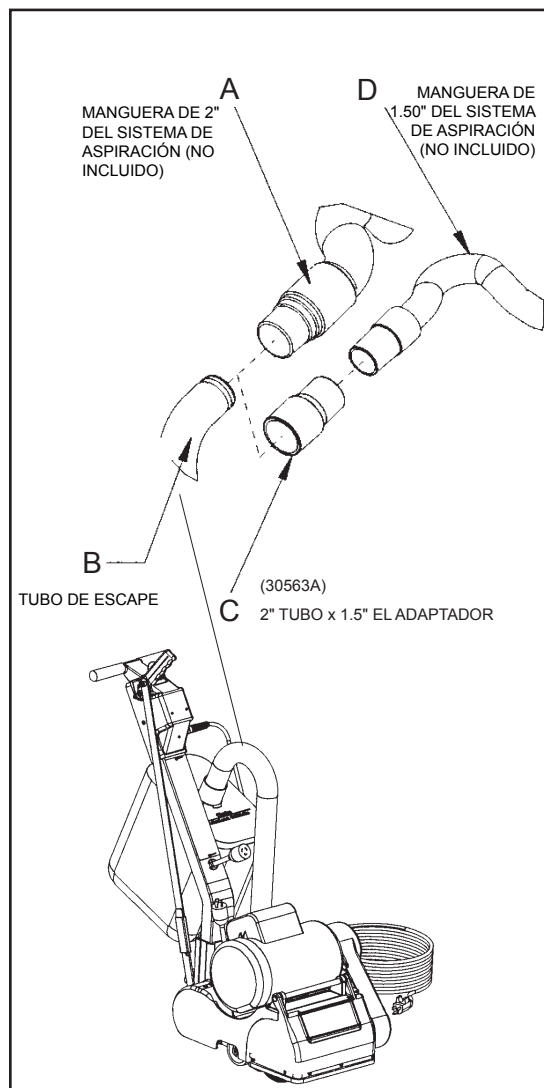

Figura 9
1. Instale el extremo de manguera de 2" (figura 9, A) directamente sobre el tubo de escape (figura 9, B).
1. Instale el adaptador del extremo de manguera de 2" x 1 1/2" (Nº de pieza 30563A) (figura 9, C) sobre el tubo de escape (figura 9, B).
2. Inserte el extremo de manguera de 1 1/2" (figura 9, D) en el adaptador (figura 9, C).